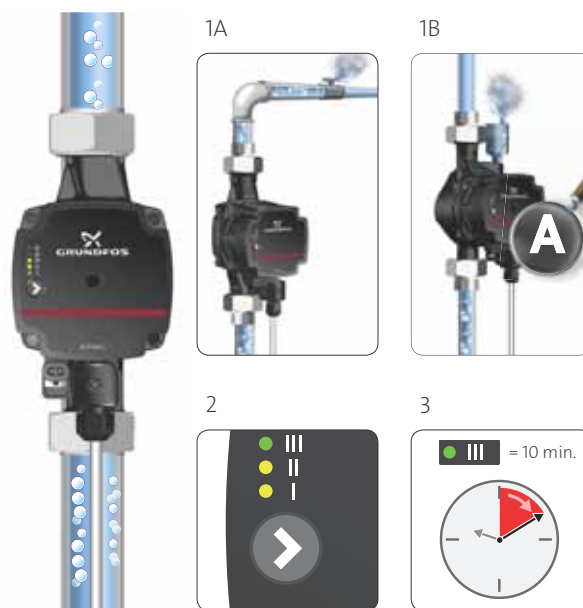

Рис. 7 Видалення повітря з системи
2. Якщо у системі встановлено клапан для видалення повітря, відкрийте його вручну. Див. рис. 7, 1A. Якщо у корпусі насоса встановлено повітряний сепаратор (ALPHA1 L XX-XX A) та автоматичний клапан для видалення повітря, то повітря випускається автоматично. Див. рис. 7, 1B.
3. Встановіть насос на швидкість III. Див. рис. 7, 2.
4. Дайте насосу попрацювати протягом приблизно 10 хвилин. Див. рис. 7, 3. За необхідності повторіть пункти 1-3.